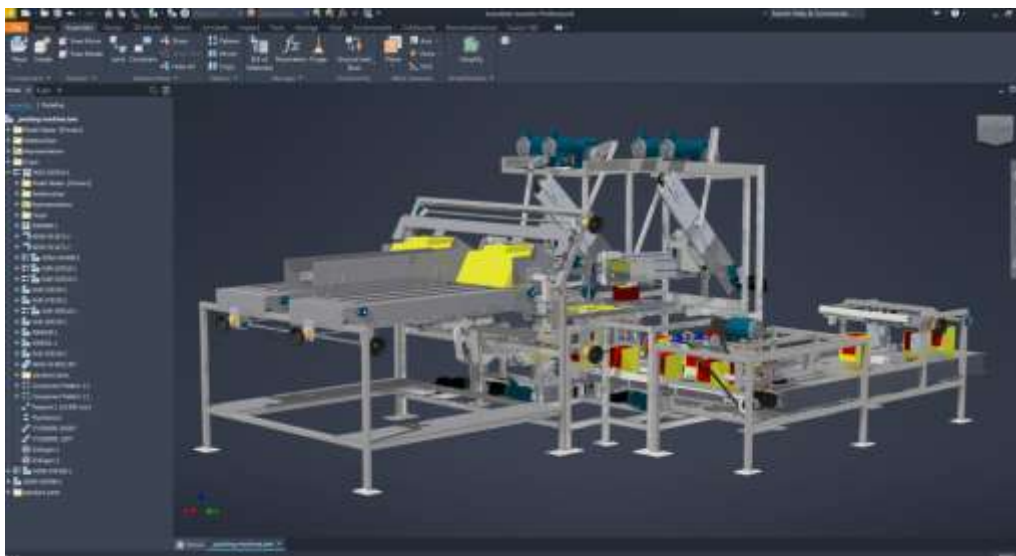

Рисунок 4.2 – Інтерфейс CAD-системи Autodesk Inventor
- *складання моделей*: програмне забезпечення надає зручні інструменти для створення складальних вузлів або виробів (рисунок 4.2);